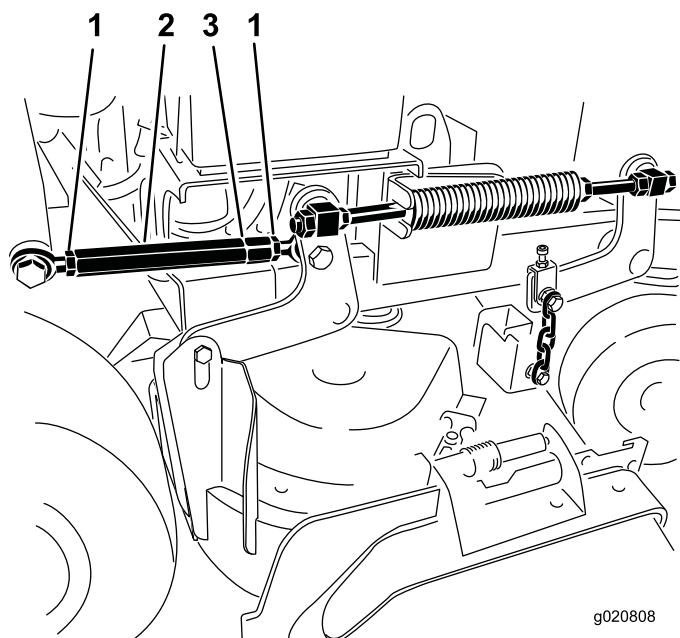

Figura 87
5. Allentate i controdadi a entrambe le estremità del tenditore (Figura 87).
- Nota:** L'estremità del tenditore su cui è visibile una scanalatura ha filetti sinistrorsi (Figura 87).